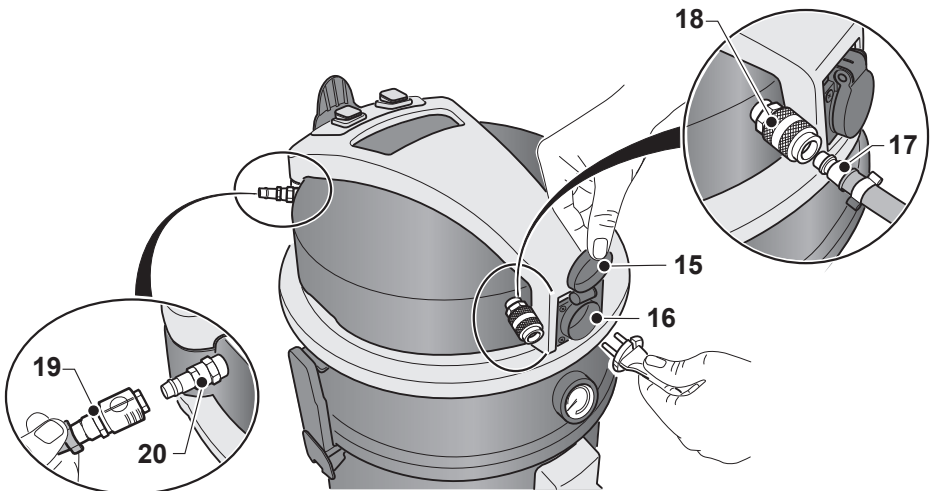

Fig. 9
- Sollevare il coperchio (15 Fig. 9) e collegare la spina dell'elettroutensile alla presa (16 Fig. 9) presente sulla testata dell'aspiratore (massima potenza consentita 2000 W).